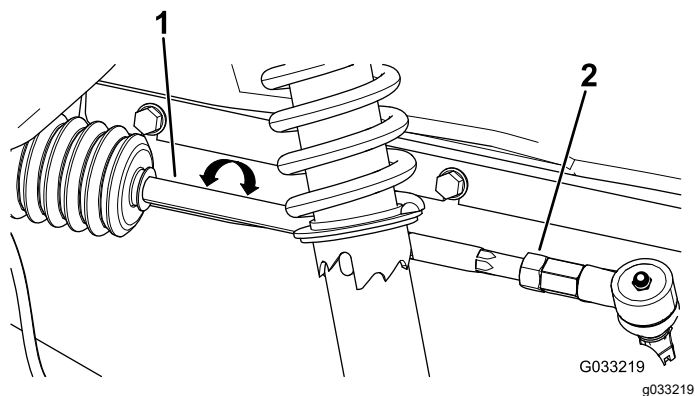

Figura 54
2. Dacă distanța nu se încadrează între 0 și 6 mm, slăbiți contrapiuliile de la capătul exterior al tiranilor (Figura 54).